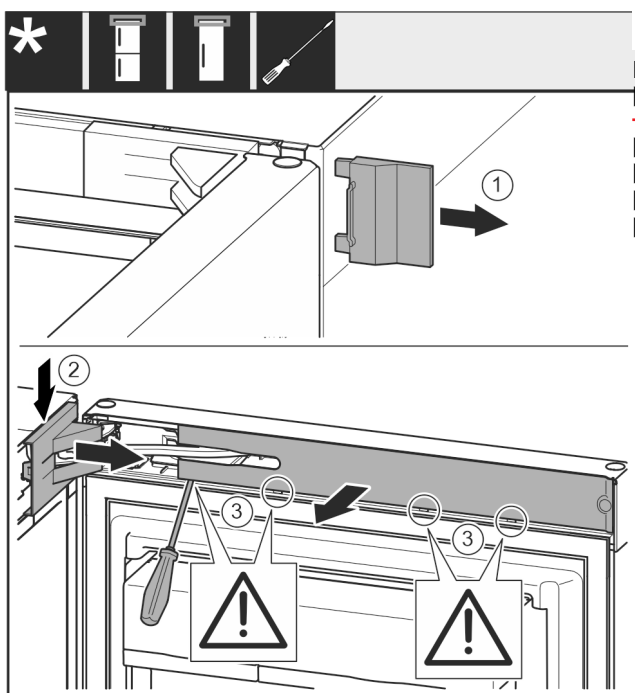

Fig. 12
► Sejměte kryt Fig. 12 (1).
► Odjistěte a uvolněte kryt stojanu ložiska Fig. 12 (2).
► Sejměte kryt stojanu ložiska Fig. 12 (2).
► Plochým šroubovákem vyjměte záslepku Fig. 12 (3) a otočte ji ke straně.